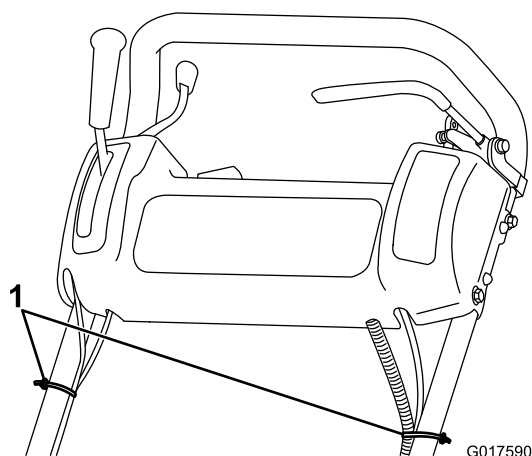

Figura 4
8. Prenda os cabos e cablagem ao manípulo com as cintas de cabo (Figura 4).